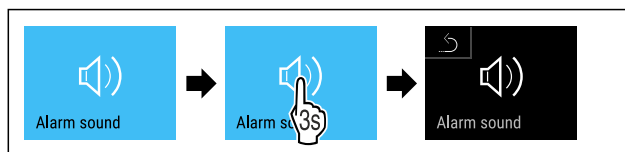

Fig. 93
- Suivre les étapes (voir Fig. 93).